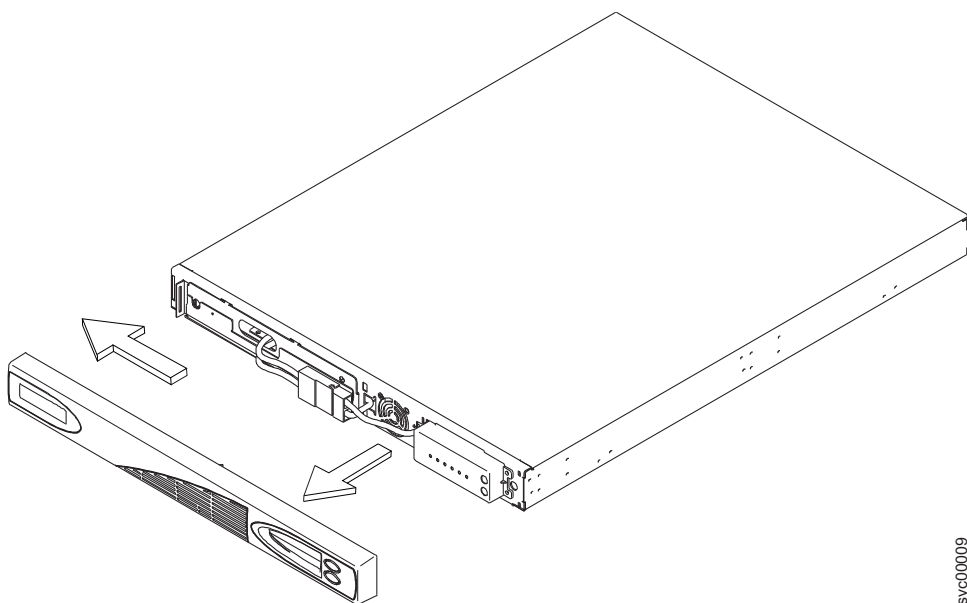

图 220. 卸下 2145 UPS-1U 前面板
5. 卸下 2145 UPS-1U 前面板，如图 220 中所示。